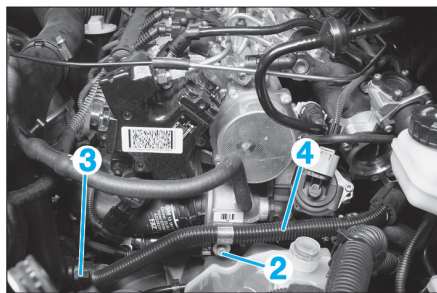

Fig. 8
- Déposer la vis (2) et débrancher le raccord (3) afin de mettre de côté le flexible (4) (Fig.8).